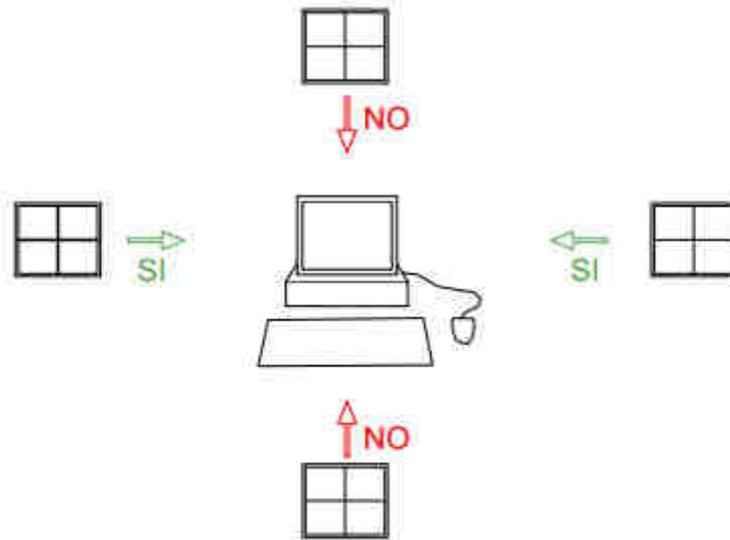

Figura 1 – CORRETTA POSIZIONE DEL POSTO DI LAVORO RISPETTO ALLA ILLUMINAZIONE NATURALE
- Lo schermo deve essere posto in modo che le finestre siano disposte lateralmente (vedi figura 1)